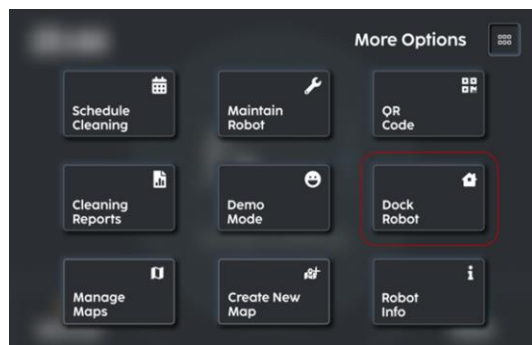

FIGURE 12-6
2. Sélectionnez 'Dock Robot' (Fig. 12-6).
3. Sur l'écran tactile, sélectionnez 'Amarrer le Robot' (Fig. 12-6).